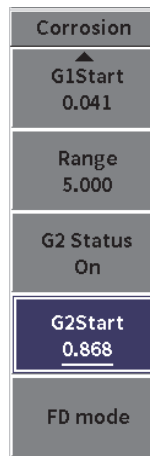

Рис. 11-45 Боковое меню Коррозия (G2Start)
1. В боковом меню Corrosion (Коррозия), выделите **G2Start** [Нач. пол. строка 2] (см. Рис. 11-45 на стр 235).